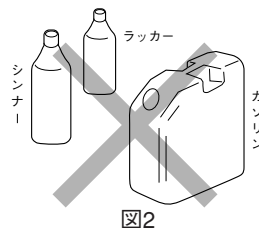

図2
- 引火性の液体の近くや、ガスなどの爆発性の雰囲気での作業は絶対にしないでください。(図2)